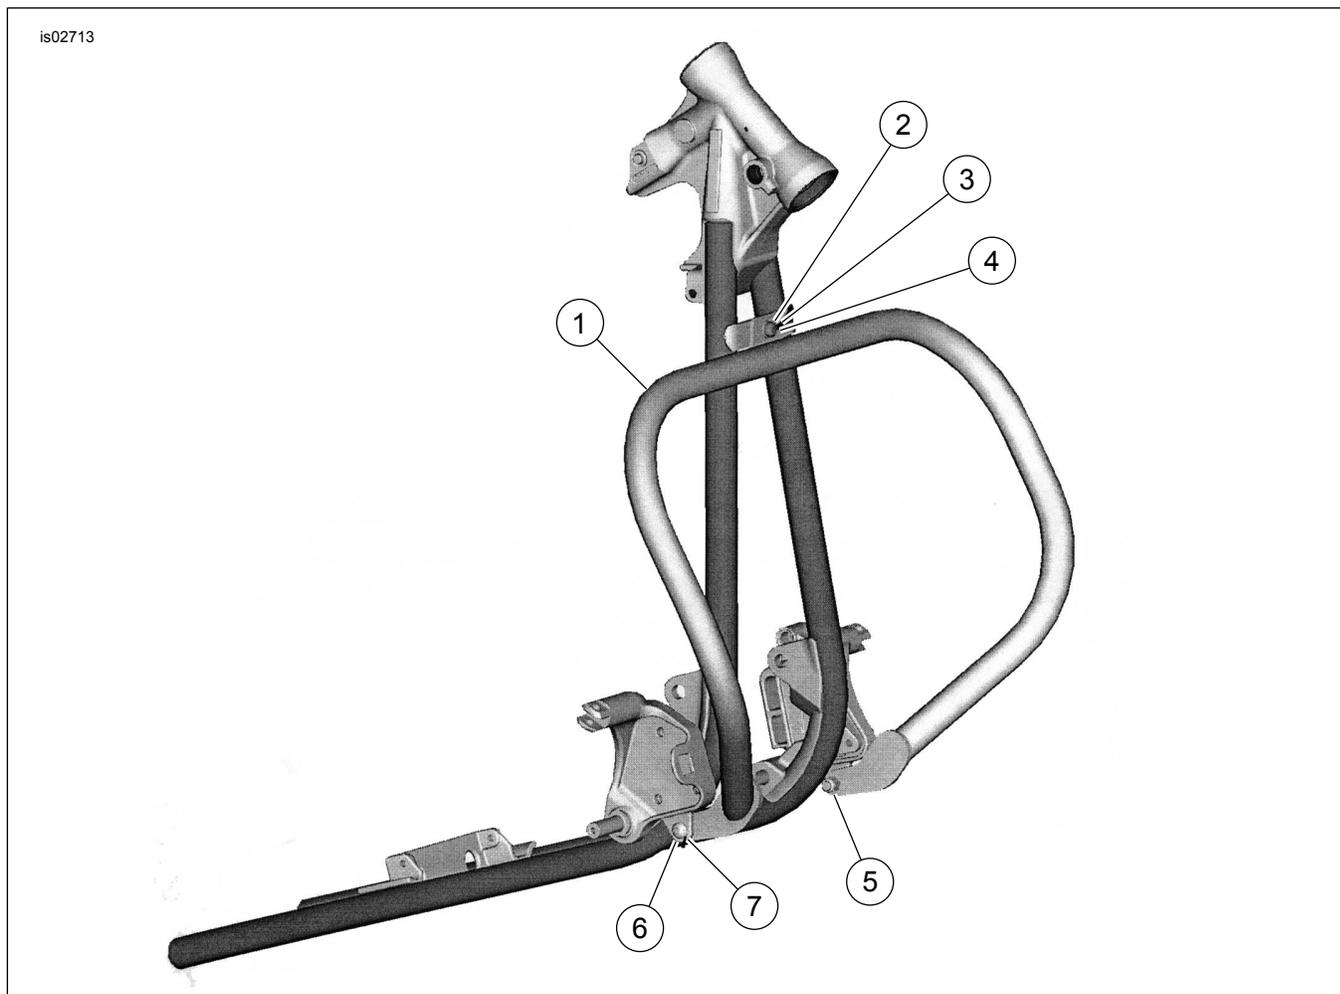

Figura 6. Parti di ricambio: Protezione del motore
Vedere Figura 6 e Tabella 1.
3. Fissare la piastra di montaggio alla traversa con una vite (3), una rondella (2) e un dado esagonale (1), come illustrato. Non serrare.
4. Vedere Figura 6. Installare la protezione del motore di sinistra (1) usando una vite (7), una rondella (6) e un dado bloccante (5). Non serrare.